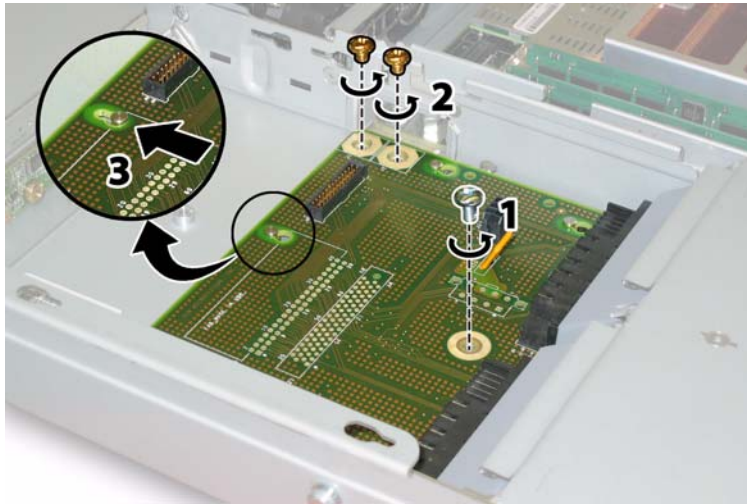

ABBILDUNG 3-62 Lösen der Schrauben der Stromverteilungsplatine
10. Entfernen Sie die drei Schrauben, mit denen die Stromverteilungsplatine am Gehäuse und den Sammelschienen befestigt ist, mit einem Kreuzschraubendreher (Größe 2). Siehe ABBILDUNG 3-62.